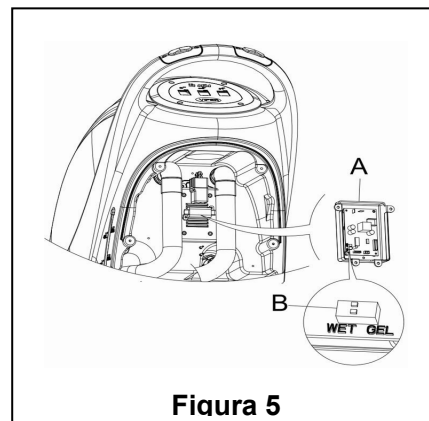

Figura 5
2. Retire la manguera de drenaje (15)
4. Retire la tapa de control (5) y los tornillos de la tapa de la batería (10). Quite los tornillos de la plataforma del PCB. El interruptor DIP (B) de configuración del modelo de la batería puede ser visto al dar la vuelta al circuito PCB. (véase la Figura 5)
5. Ajuste el interruptor DIP micro (B) a la posición de "HÚMEDO".